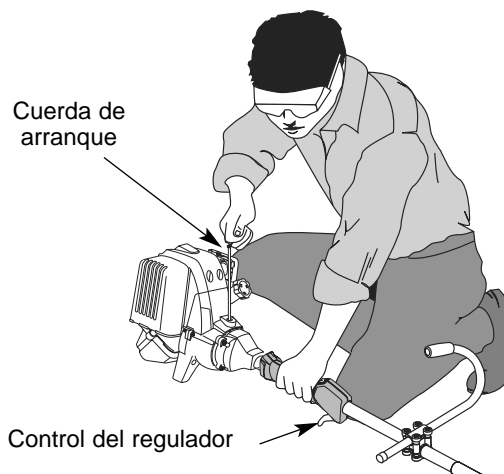

Fig. 22
**ADVERTENCIA:** Evite los arranques accidentales. Colóquese en posición de inicio cuando tire de la cuerda de arranque (Fig. 22). El operador y la unidad deben estar en una posición estable al arrancar la unidad para evitar graves lesiones personales. Compruebe que cualquier complemento usado se instale correctamente y que está seguro, antes de poner en marcha la unidad.
4. Soporte en la posición de arranque y no apriete el control de regulador (Fig. 22). Tire bruscamente del cordón de arranque hasta 5 a 10 veces.